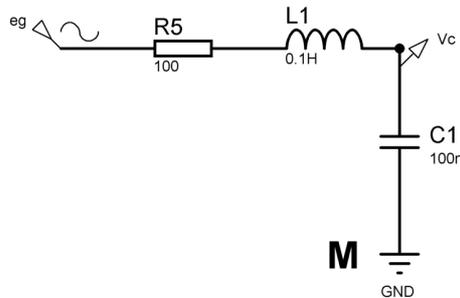

Figure 1. Circuit RLC à l'étude
- 1) Calculer tout d'abord la pulsation de résonance  $\omega_0$  du circuit de la figure 1 en considérant qu'à cette pulsation particulière, la partie imaginaire de l'impédance totale du circuit est nulle. Donner la valeur numérique de la fréquence de résonance  $f_0$  en utilisant les valeurs des composants donnés en figure 1.
4) Dessiner le circuit RLC de la figure 1 sous le logiciel ISIS.